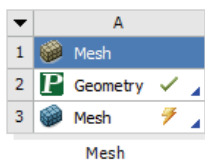

图 4-56 项目更新后
1) 在 A2 栏的 Geometry 上单击鼠标右键, 在弹出的快捷菜单中选择 Import Geometry > Browse, 此时会弹出 “打开” 对话框, 如图 4-56 所示。